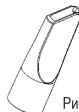

Рис. 5
1. При помощи насадки для удаления пыли из труднодоступных мест осуществляется чистка радиаторов, плинтусов, углов и стыков мягкой мебели. (см. рисунок 5).